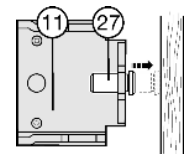

Fig. 14
- ▶ Portare la vite di regolazione Fig. 14 (27) del supporto cuscinetto centrale Fig. 14 (11) a battuta sul fianco del mobile.